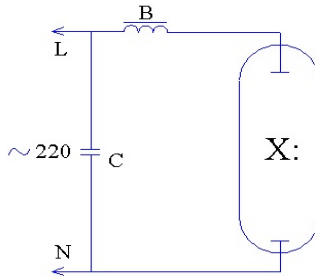

Рис. 3. Схема электрических соединений компенсированная.
- 4.4 Схема электрических соединений приведена на рис. 3